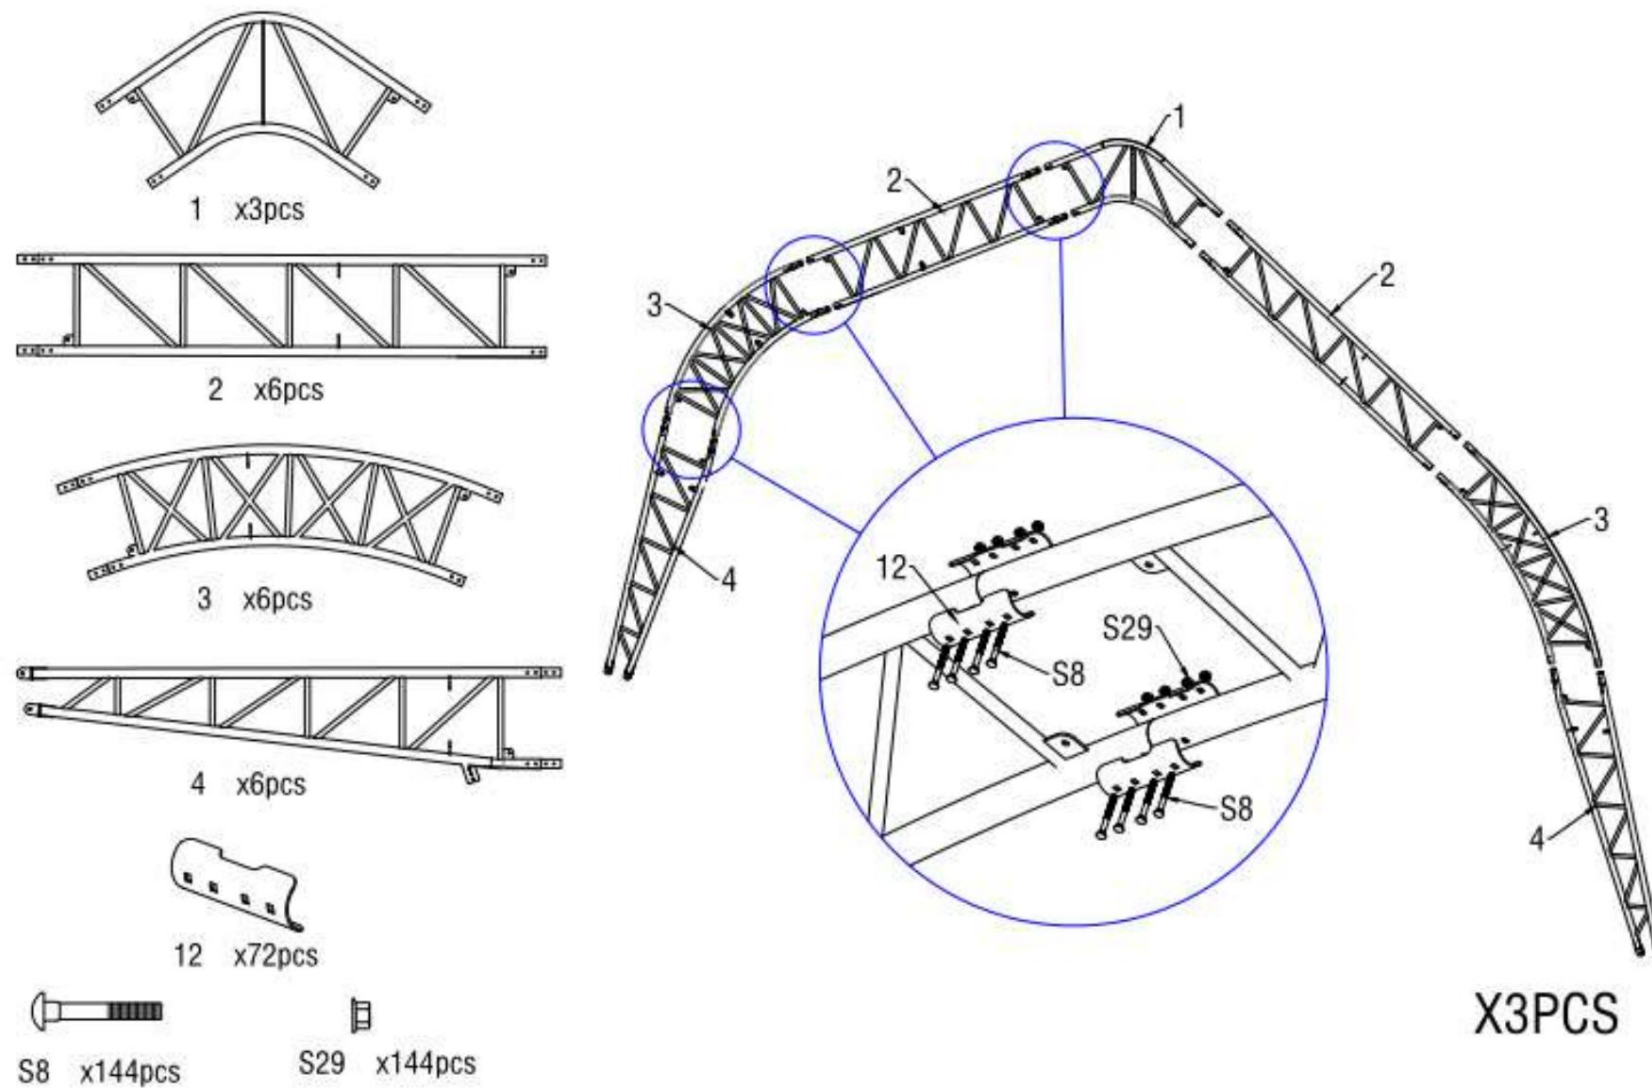

Figure 4
2. Comme indiqué sur la figure 4, repérez un tube supérieur de toiture (n° 1), deux tubes de courbure supérieurs de toiture (n° 2), deux tubes de courbure centraux de toiture au niveau de l'épaulement (n° 3) et deux tubes de courbure inférieurs (n° 4). Assemblez chaque groupe d'arcs à l'aide d'une vis M8x70 (n° S8). NE PAS installer la vis sur le dessus de la ferme, là où reposera la toile.
Remarque : Le tube supérieur du toit, le tube incurvé du toit et le tube incurvé inférieur (n° 1A, 2A, 3 et 4L, 4R) qui sont soudés avec des plaques d'acier pour les portes avant et arrière sont différents de l'arche centrale. (Figure 4)